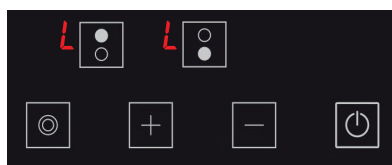

Abbildung 17
1. Das **L** Symbol wird auf allen Anzeigen angezeigt, wenn das Kochfeld eingeschaltet ist und die Kindersicherung aktiv ist. (siehe Abb. 17) Die **L** und **H** Symbole werden im Wechsel angezeigt, falls eine Kochstelle heiß ist. Sie können das Kochfeld nur mit der  Taste ein- oder ausschalten.